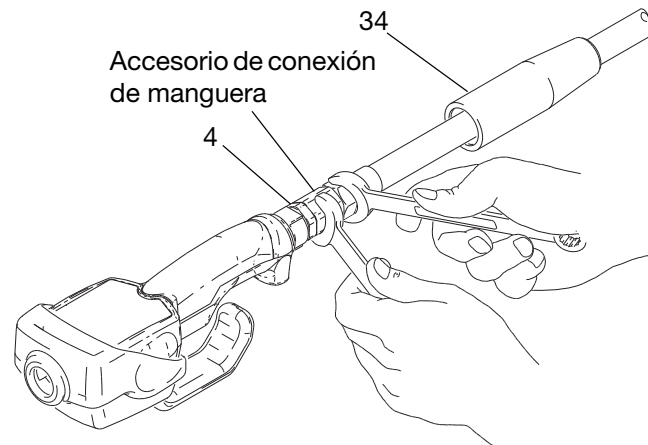

FIG. 5
2. Deslice la cubierta giratoria (34) en la manguera, primero el extremo pequeño, antes de conectar el accesorio de conexión de la manguera a la pieza giratoria (4) (FIG. 5).
4. Enrosque el accesorio de conexión de la manguera en la pieza giratoria (4) y apriete con firmeza (FIG. 5).